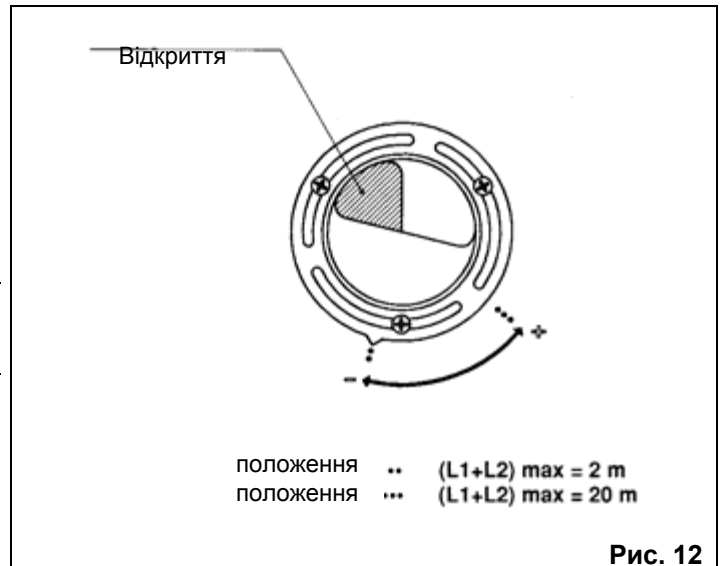

Рис. 12
*Патрубок забору повітря повинен бути встановлений з покажчиком, поверненим у бік нижньої частини котла (див. Рис. 12)*